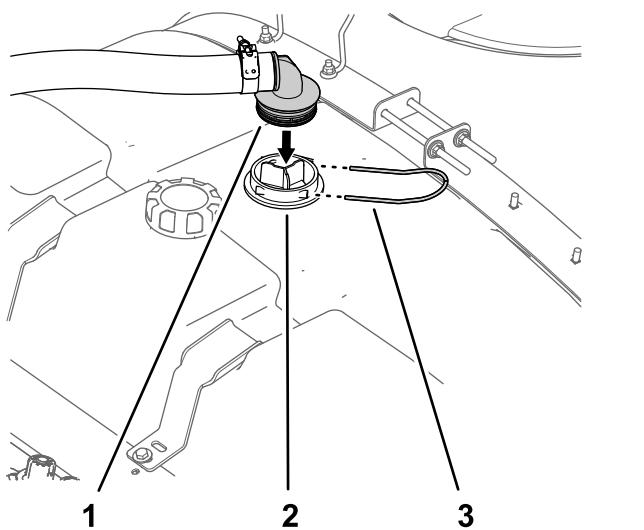

Figura 15
- Allineate il raccordo dentellato a 90° del flessibile di alimentazione all'alloggiamento per la griglia di aspirazione (Figura 15).
- Fissate il raccordo dentellato a 90° all'alloggiamento (Figura 15) con la forcella che avete rimosso al passaggio 4 di Preparazione del serbatoio di irrorazione (pagina 7).